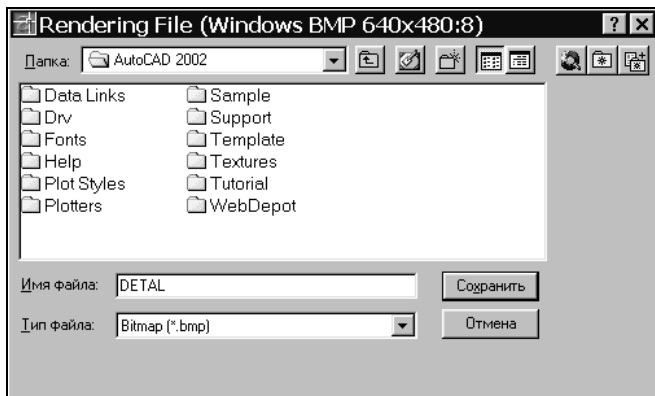

Рис. 10.29. Диалоговое окно **Rendering File**
6. В появившемся диалоговом окне **Rendering File** (Файл тонирования) (рис. 10.29) ввести имя файла, указать папку, в которую он будет записываться, а затем нажать кнопку **ОК** для запуска тонирования.